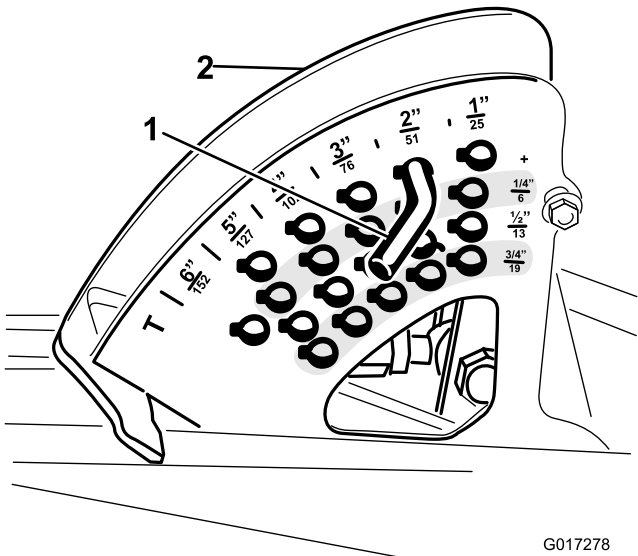

Figura 3
3. Anote a localização do pino HOC (altura de corte) no suporte HOC para efeitos de montagem (Figura 3). Retire o pino do HOC do suporte HOC.
- Instale o pino HOC ao suporte HOC na altura de corte desejada (Figura 3).